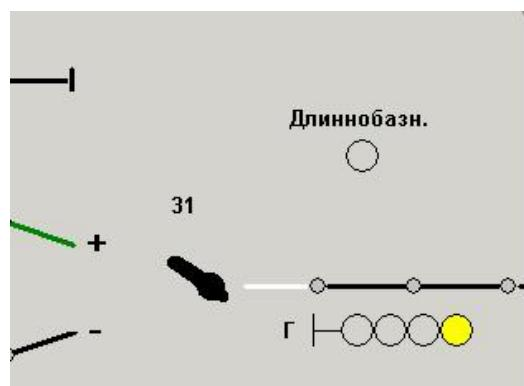

Рисунок 22
- лампочка контроля длиннобазных вагонов красного цвета загорается при прохождении по весомерному участку вагона с базой более 12 м (рисунок 22);